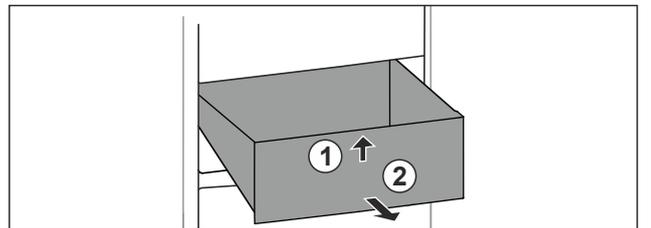

Fig. 80
- ▶ Levantar el cajón por delante. Fig. 80 (1)
- ▶ Extraer el cajón hacia delante. Fig. 80 (2)